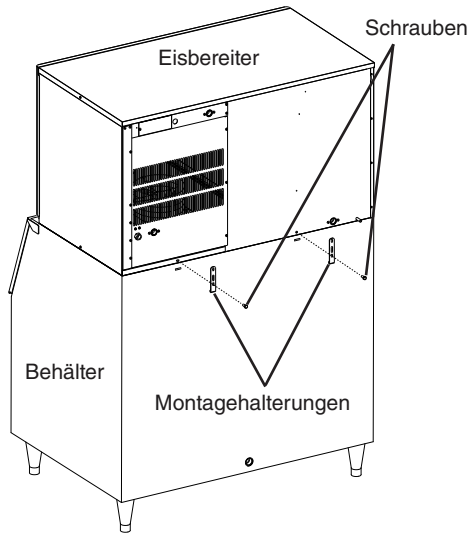

Abb. 2
- 4) Den Eisbereiter mit den beiden Montagehalterungen und den mitgelieferten Schrauben am Vorratsbehälter befestigen. Siehe Abb. 2.